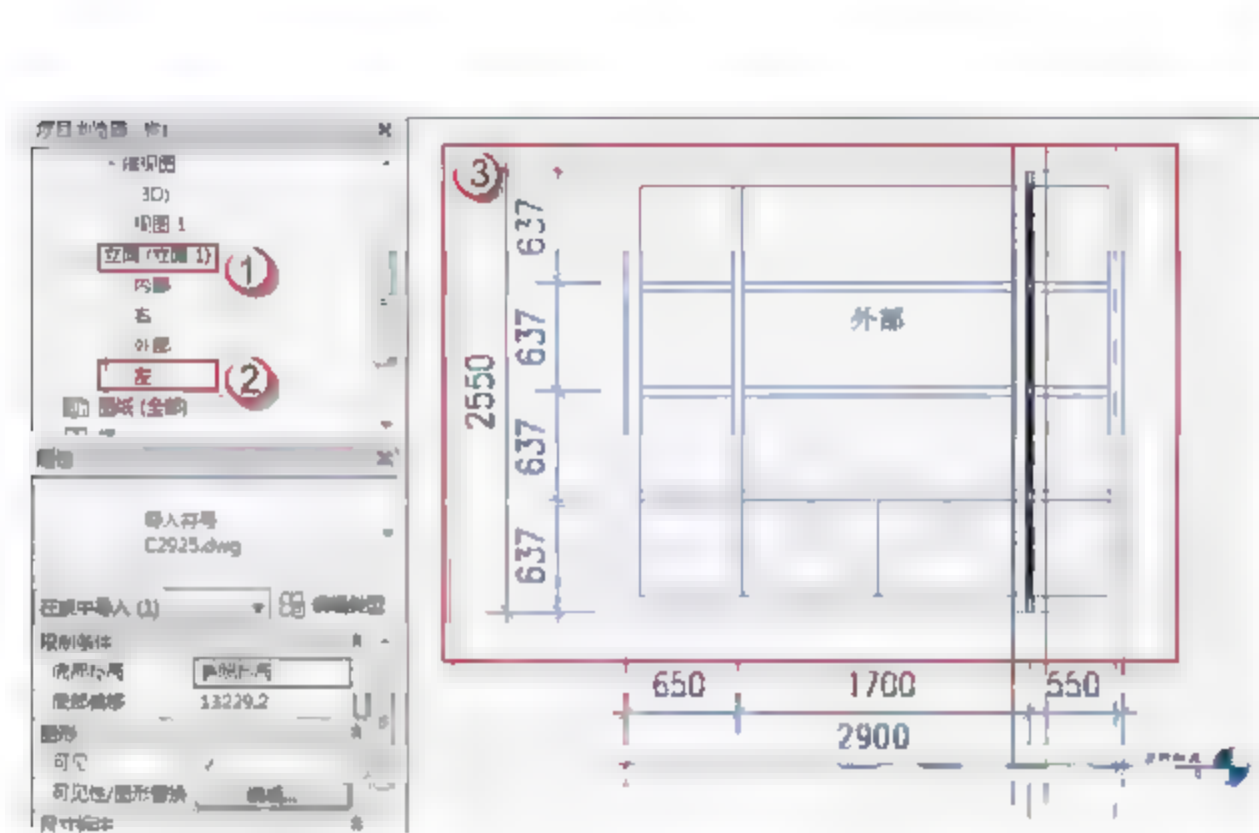

图 7.1.21 导入转角处 CAD 模板
(19) 绘制转角后的窗户。选择“项目浏览器”中的“立面（立面 1）”→“左”选项，可以进入 C2925 的左立面视图，选择“插入”→“导入 CAD”命令，弹出“导入 CAD 格式”对话框，选择“C2925.dwg”文件，将“导入单位”改为“毫米”，单击“打开”按钮。调整 CAD 图形，选定导入的“C2925.dwg”CAD 图形，按快捷键 M+V，将“C2925.dwg”的导入 CAD 图形移动至如图 7.1.21 所示位置。